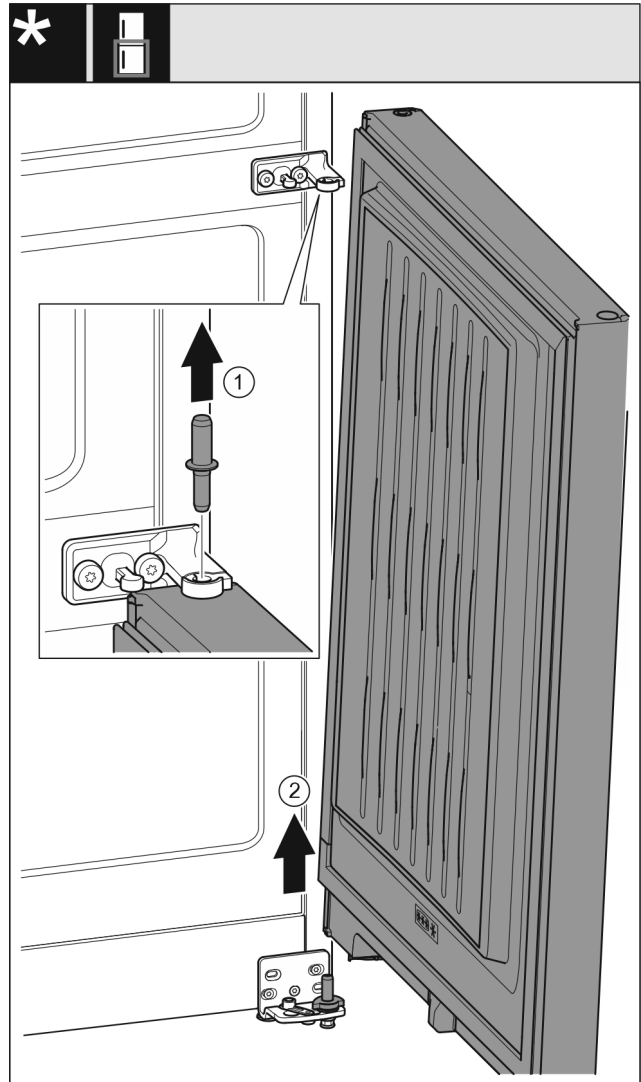

Fig. 8
- ▶ Ta ut bulten genom att dra den uppåt. Fig. 8 (1)
- ▶ Sväng ut dörren, dra den uppåt och ställ den åt sidan. Fig. 8 (2)